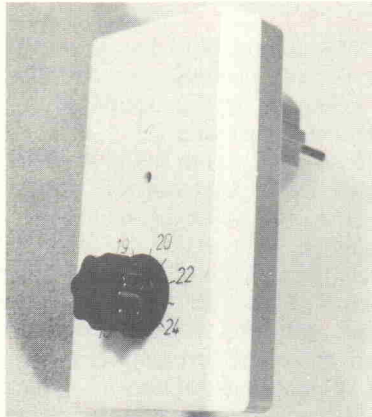

Bild 1. Der fertige 'Fernthermostat'
**Bild 1** zeigt den Fernthermostaten, der in ein handelsübliches Kunststoffgehäuse mit den äußeren Abmessungen 100x50x25 mm eingebaut ist. Ein Netzstecker ist am Gehäuse angepresst. An beiden Stirnseiten des Ge-